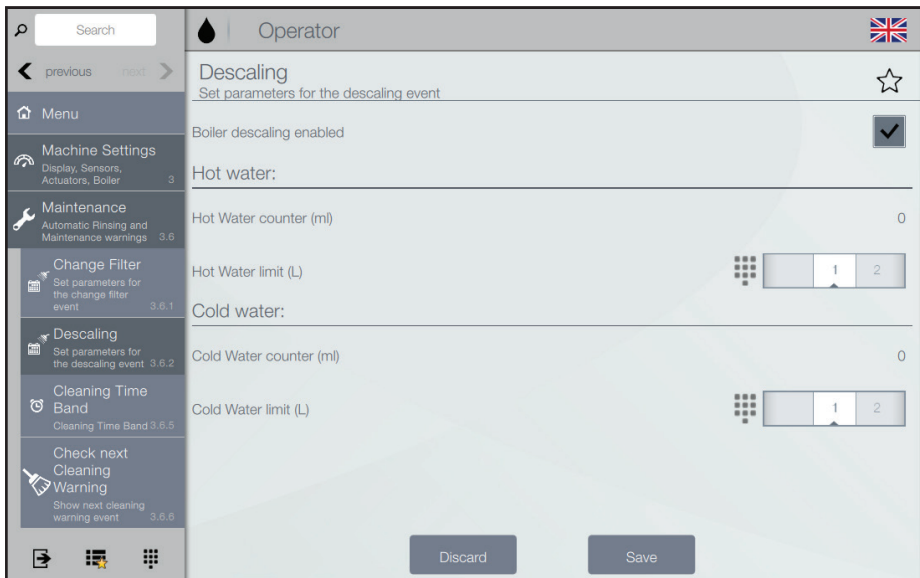

Fig. 6.13- D tartrage
- Activez la fonction de D tartrage si vous pr f rez d tartrer la chaudi re et les autres  quipements   intervalles r guliers (fig. 6.13).